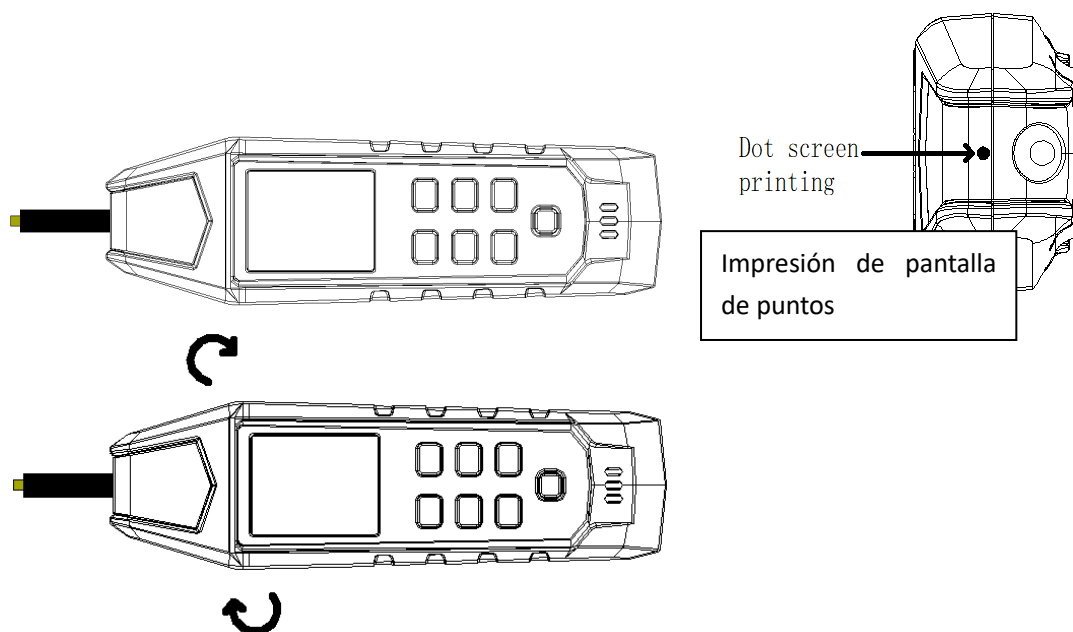

Figura 7.1.3a Alinear con la ranura del sensor
3. Para obtener el mejor efecto al rastrear el conductor energizado, alinee la serigrafía de puntos (en la parte superior del sensor) con la dirección del conductor, como se muestra en la Figura 7.1.3a. Si no se alinea correctamente, es posible que no se detecte la señal o que el código sea incorrecto. Para verificar la dirección del cable, gire el receptor 90 grados regularmente, como se muestra en las Figuras 7.1.3b y 7.1.3c. La intensidad de la señal alcanza su máximo cuando el cable está alineado con la serigrafía de puntos. De acuerdo con las diferencias de señales detectadas, el receptor detecta automáticamente si el cable está energizado ("⚡"), lo que se mostrará en la pantalla LCD. No es necesario realizar el ajuste manual.